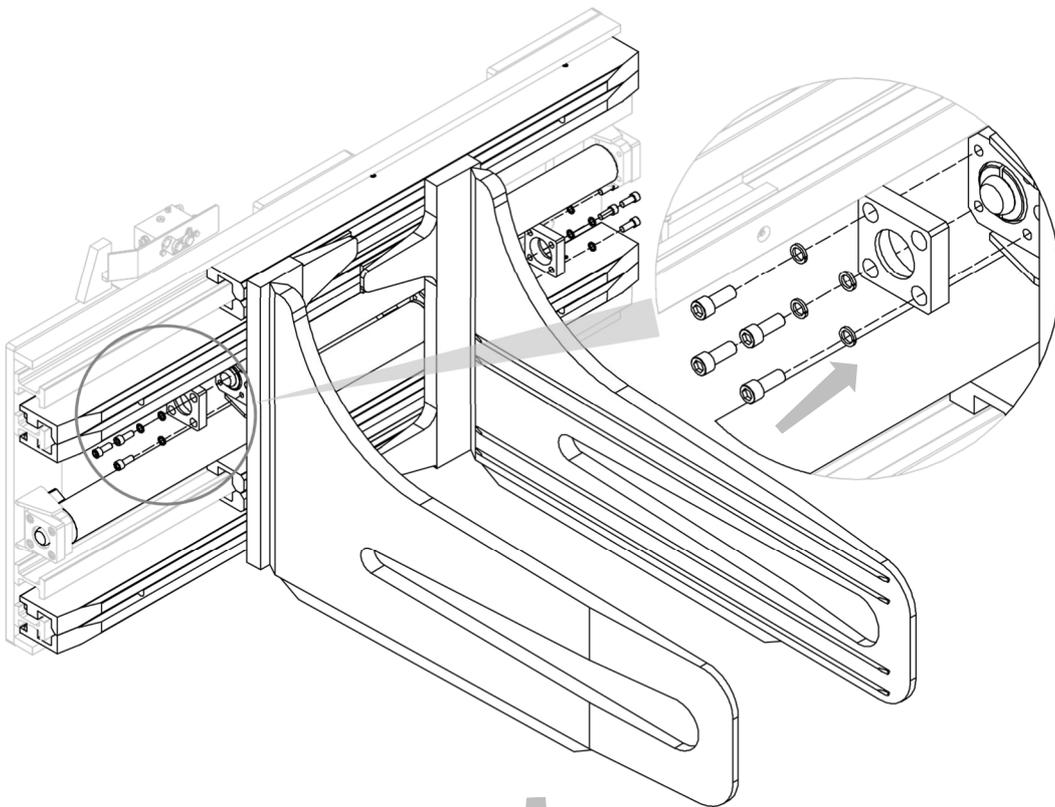
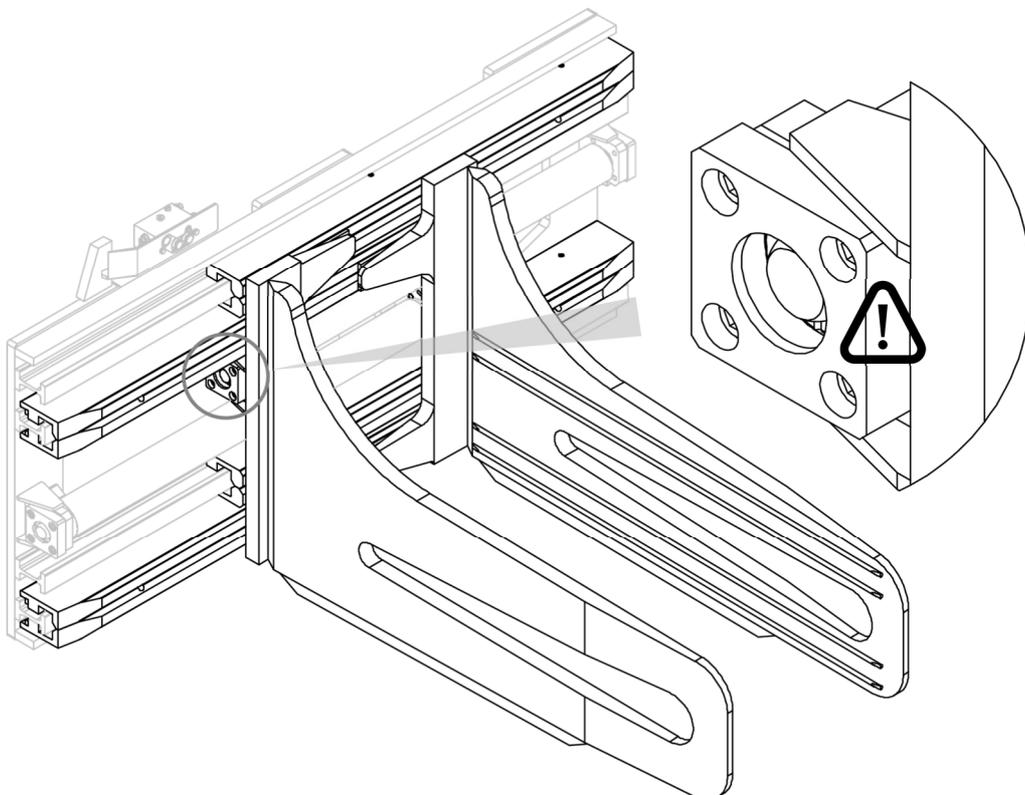

Abbildung 9
Abbildung 10
4. Verbinden Sie die Backen mit den Zylindern (siehe *Abbildung 9* und *Abbildung 10*).